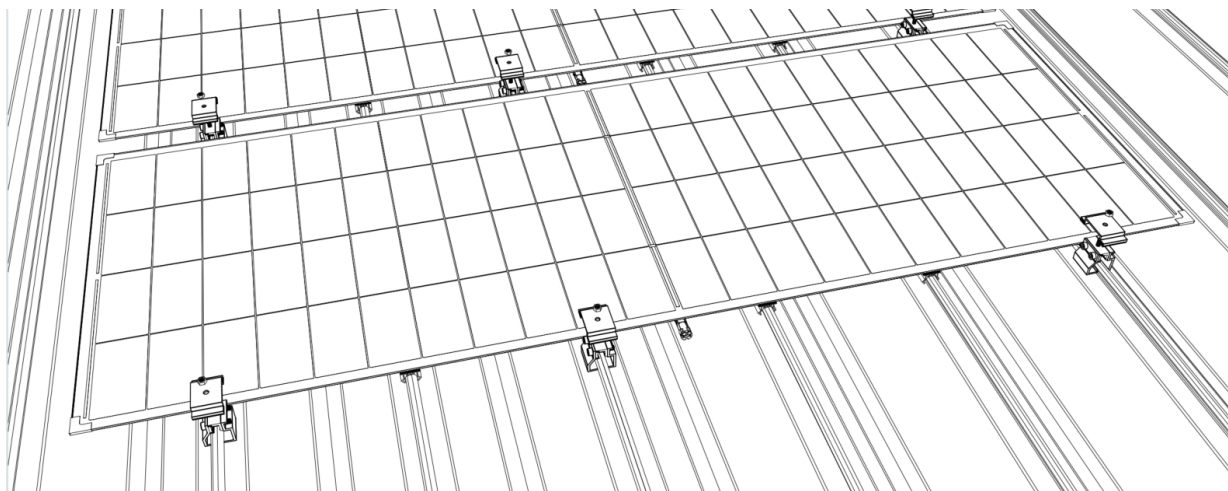

図 3
- 上記の手順に従って、1つの製品の6つのクランプカバーをすべて取り外します(図3参照)；